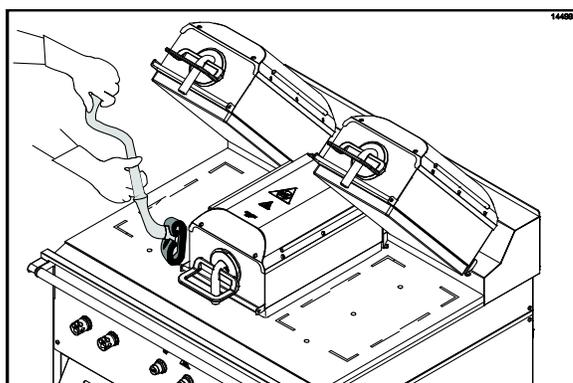

Figura 54
21. Aplique el limpiador para parrillas a ambos lados de la placa central. (Vea la figura 54.)